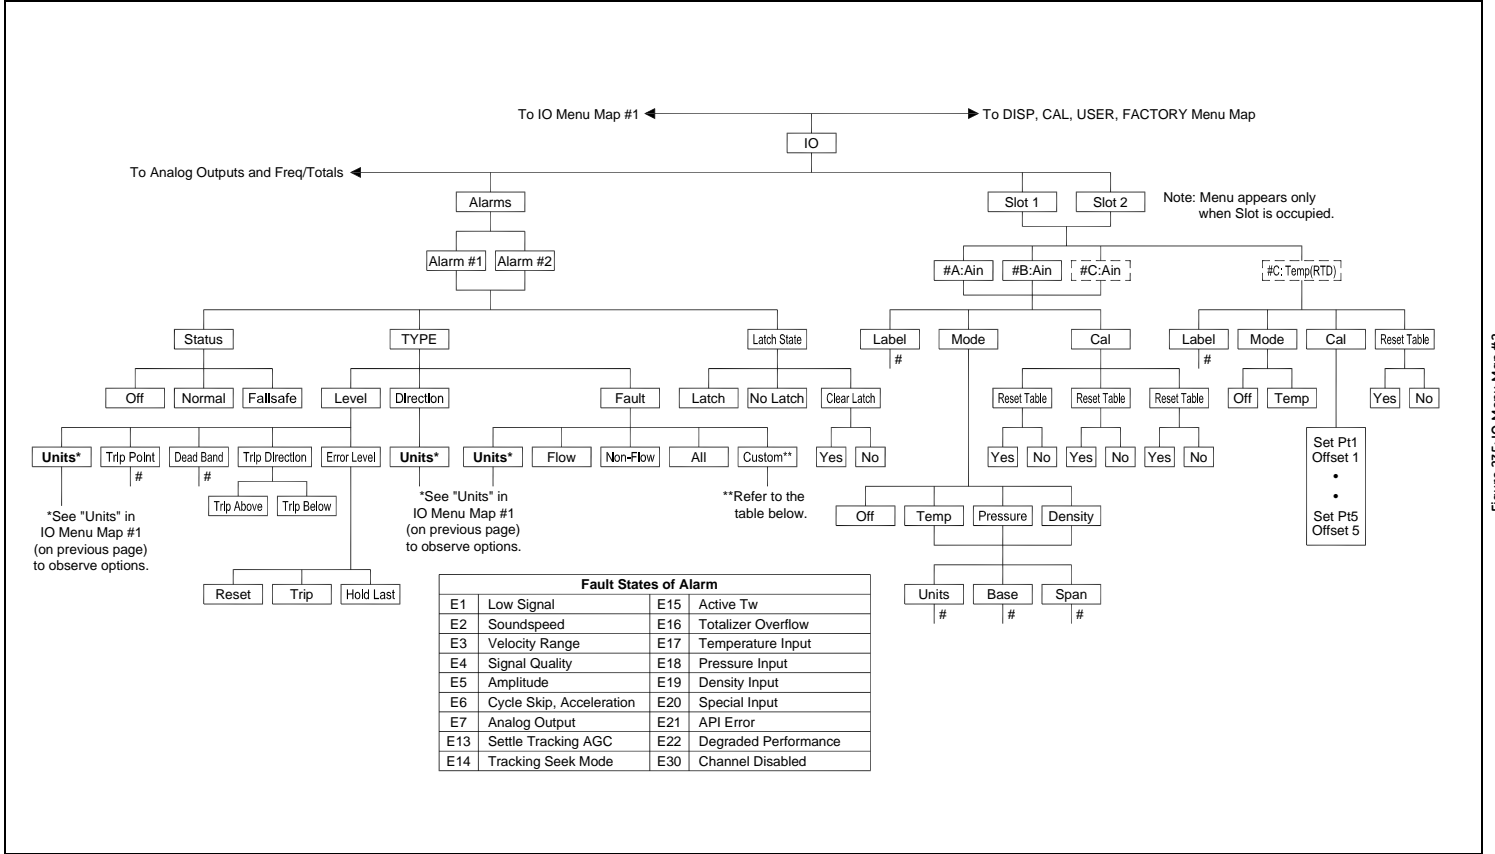

Figure 235: IO Menu Map #2
- **Figure 235: IO Menu Map #2**